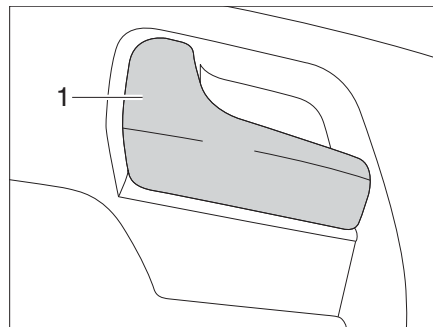

Bild 45 Türschloss Fahrtür, innen
- Am Griff (Bild 45,1) ziehen. Das Türschloss wird entriegelt.